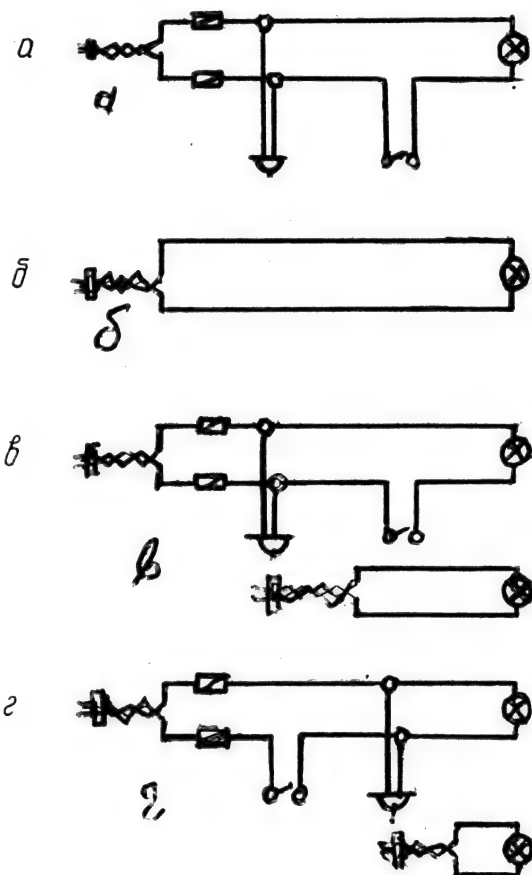

Рис. 6. К работе № 4.
1. Собрать схему комнатной электропроводки согласно изображенной на рис. 6, а. Для этого необходимо: а) сделать разметку на монтажном щите, б) укрепить ролики, в) привязать провод к роликам, г) установить на монтажном щите необходимые приборы с помощью шурупов, д) соединить приборы электрическим шнуром согласно схемы. Все соединения проводов изолировать.
4) Какая схема правильнее составлена — на рис. 6 «в» или «г»? Почему?